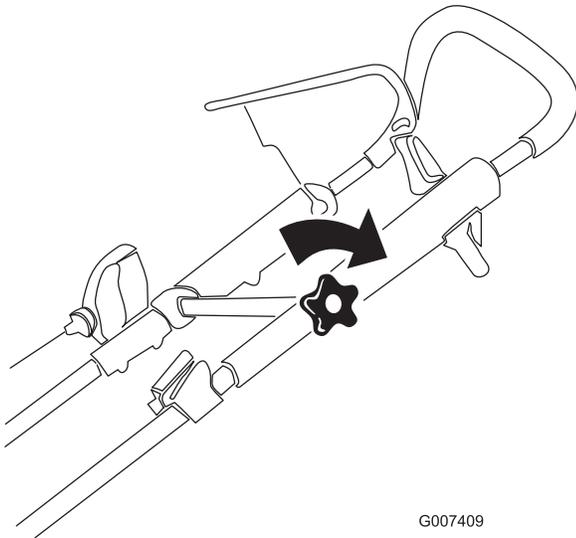

Bild 5
4. Stellen Sie den oberen Bügel auf die gewünschte Stellung und ziehen Sie das obere Bügelhandrad fest (Bild 5).